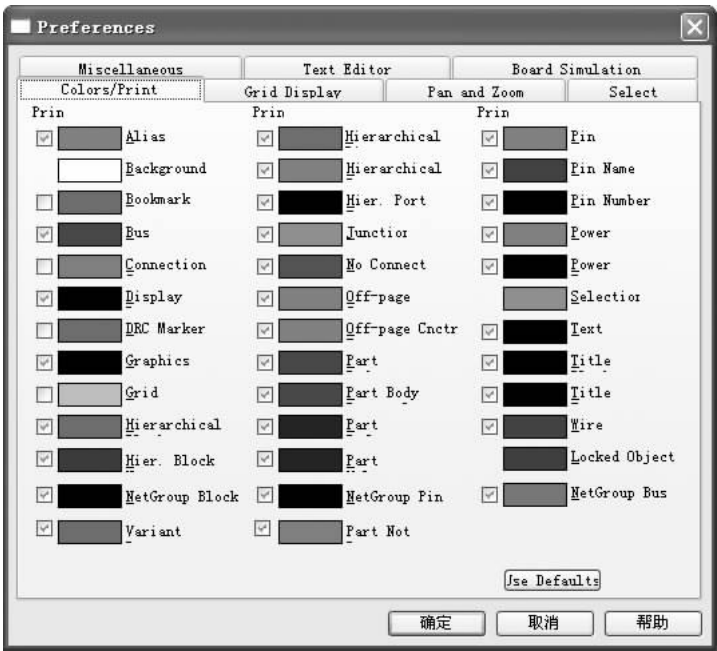

图 4-5 “Preferences（属性设置）”对话框
1. 电路原理图的颜色设置通过图4-5所示的“Colors/Print（颜色/打印）”标签页来实现，除了设置各种图样的颜色还可以设置打印的颜色，可以根据自己的使用习惯设置颜色，也可以选择默认设置。